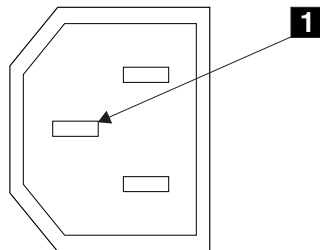

図2. アース・ピン
6. SAN ボリューム・コントローラーのフレームと各主電源コネクタのアース・ピン (図2 の **1**) 間の導通を検査する。